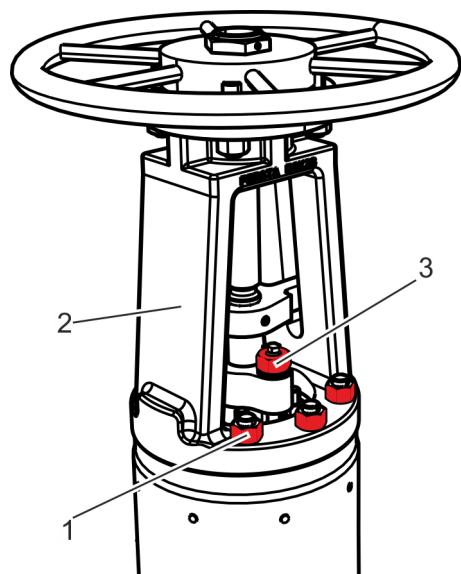

Fig. 22: Retirar el bonete y los tornillos del prensaestopas
Suelte las tuercas (Fig. 22/1) y retírelas junto con las arandelas.
3. ➔ Suelte las tuercas del prensaestopas (Fig. 22/3) y retírelas.
5. ➔ Saque hacia arriba el bonete (Fig. 22/2) y, en caso necesario, el mecanismo anti-giro.